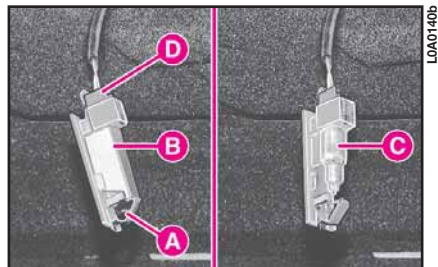

fig. 41
2) Appuyer sur les deux côtés de l'écran **B** (**fig. 41**) en correspondance des agrafes de fixation et l'enlever.